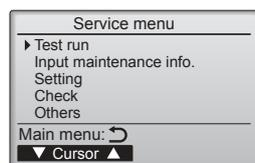

Fig. 7-3
③ Sélectionnez "Test run" (Test fonctions) à l'aide du bouton [F1] ou [F2], puis appuyez sur le bouton . (Fig. 7-3)